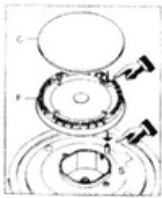

Abbildung 5
- Triggerelektrode: Um einen ordnungsgemäßen Brennerbetrieb zu gewährleisten, muss die Triggerelektrode (siehe Abbildung 5) regelmäßig überprüft und gereinigt werden.